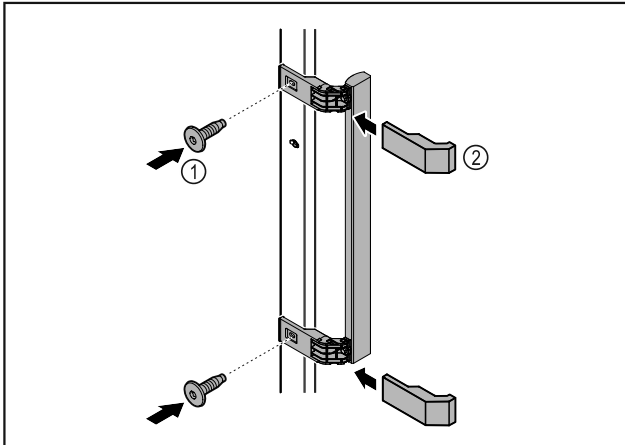

Fig. 8
- ▶ Fixer la poignée à la porte à l'aide des vis Fig. 8 (1) fournies.
- ▶ Poser les caches Fig. 8 (2).